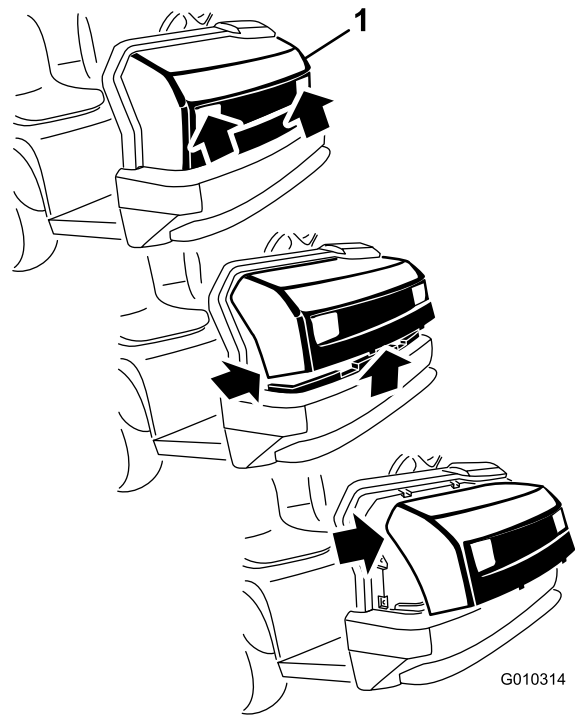

Figura 5
2. Gire hacia arriba la parte inferior del capó hasta que pueda retirar las pestañas de montaje superiores de las ranuras del bastidor (Figura 5).
3. Gire hacia adelante la parte superior del capó y desenchufe los conectores de los cables de los faros (Figura 5).
1. Sujete el capó por los orificios de los faros y levántelo para poder liberar las pestañas de montaje inferiores de las ranuras del parachoques (Figura 5).